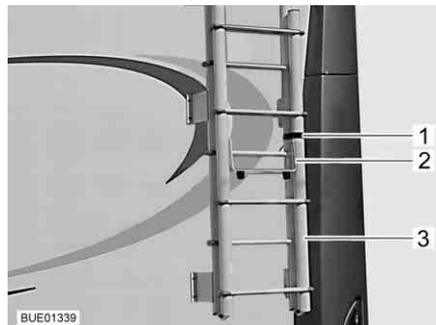

Fig. 1 Scaletta ribaltabile, scaletta ribaltata verso l'alto
- Aprire le cinghie (Fig. 1,1) della scaletta (Fig. 1,3) presente sul retro del veicolo.
- Aprire la staffa di protezione (Fig. 1,2).